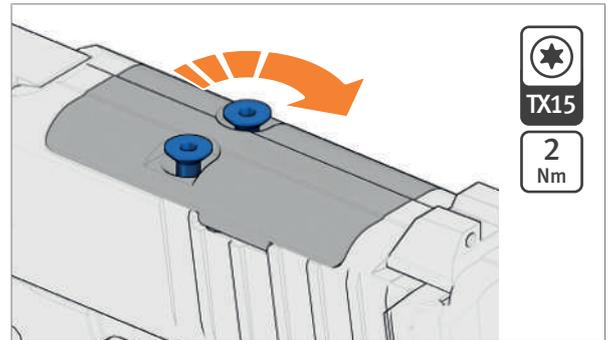

Abb. 41: Schrauben festziehen
4. Schrauben festziehen bis das Drehmoment erreicht ist (Abb. 41).